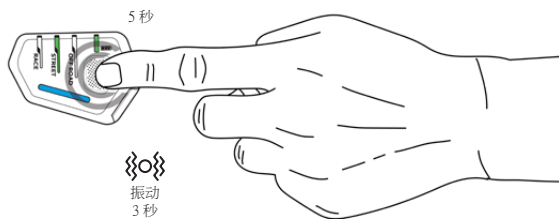

图 12：按下显示按钮 (3a) 5 秒关闭系统（这是关闭系统的另一种方法）
或者，用户也可以通过按下显示按钮 (3a) 约 5 秒钟来手动关闭系统（图 12）。在激活拉链 (2) 附近，您也会感觉到系统持续（约 3 秒）的强烈振动，确认系统不再被激活。